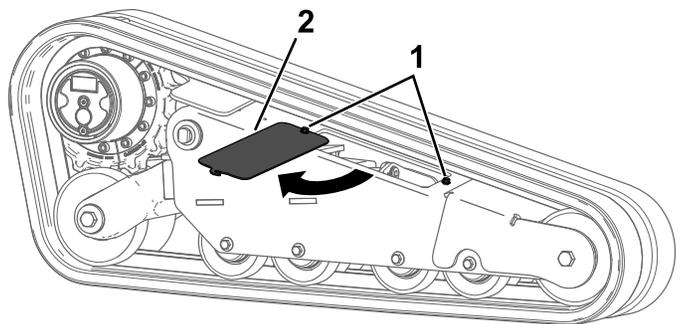

Рисунок 71
5. Ослабьте 2 болта и поверните крышку доступа, чтобы открыть ее (Рисунок 71).
15. Закройте крышку доступа и затяните болты (Рисунок 71). Затяните болты с моментом 41 Н·м.